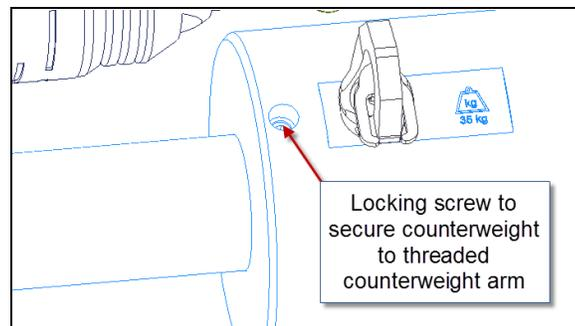

FIGURA 3-29. UBICACIÓN DE LOS TORNILLOS DE BLOQUEO
El brazo de mecanizado está grabado con marcas en pulgadas y cm sobre la cara deslizante para ayudar a ajustar la posición. Dado que el brazo se mueve radialmente desde el centro, la escala muestra pulgadas y centímetros en medios incrementos, medidos desde el borde de la carcasa principal (Figura 3-29).
2. Afloje el tornillo de bloqueo situado junto al orificio de izado (Figura 3-29).